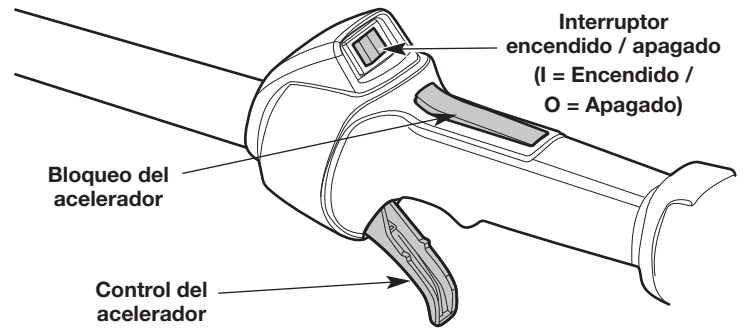

Fig. 8
NOTA: No es necesario encender la unidad. El interruptor de encendido/apagado está en la posición **Encendido (I)** en todo momento (Fig. 8).
NOTA: NO apriete el control del acelerador (Fig. 8) hasta el paso 6.
6. Oprima y mantenga apretado el bloqueo del acelerador (Fig. 8). Apriete el control del acelerador según sea necesario para el funcionamiento (Fig. 8).
2. Oprima y no suelte el interruptor de control de Encendido y Apagado en la posición **Apagado (O)** hasta que el motor se detenga por completo (Fig. 8).